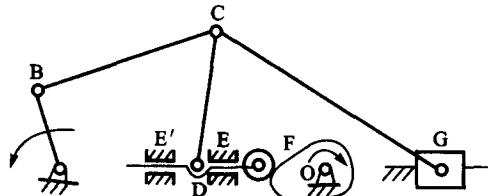

图 1-2-2
**例 1-2-2** 计算图 1-2-2 所示惯性筛机构的自由度,若有局部自由度、复合铰链和虚约束请指出,并判断机构是否具有确定的运动。